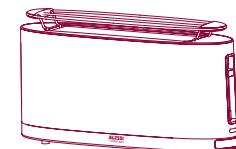

Fig. 10
- Posizionate la griglia scaldabrioche sopra il Tostapane (fig. 10).